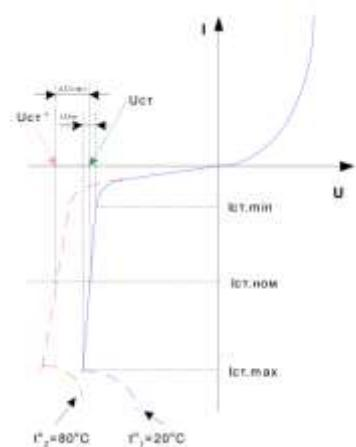

Рис. 1.
4. Используя рисунок 1, сравните параметры работы полупроводникового стабилитрона при различных температурах. Какими физическими процессами объясняется их изменение?